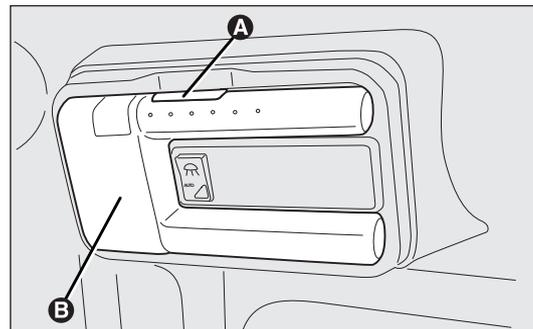

fig. 171
- appuyer sur le bouton A-fig. 171 et extraire le plafonnier amovible B ;